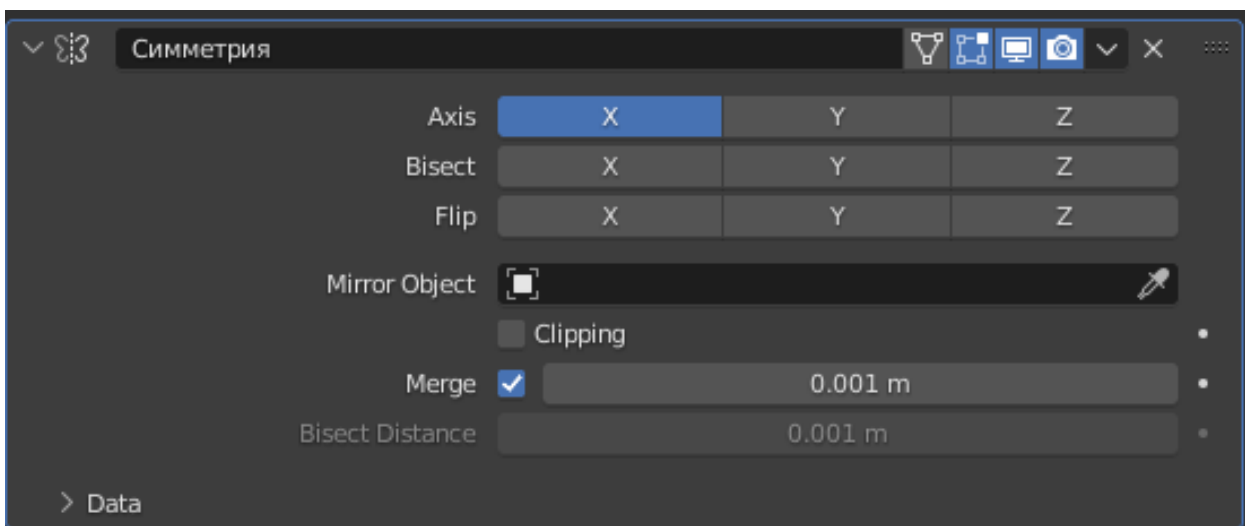

Рисунок 37 – Модификатор «Mirror»
**Mirror** - позволяет симметрично отражать объекты по выбранным осям относительно своего пивота (Рисунок 37). Есть возможность выбирать в качестве симметрии любой объект (пункт **Mirror Object**).